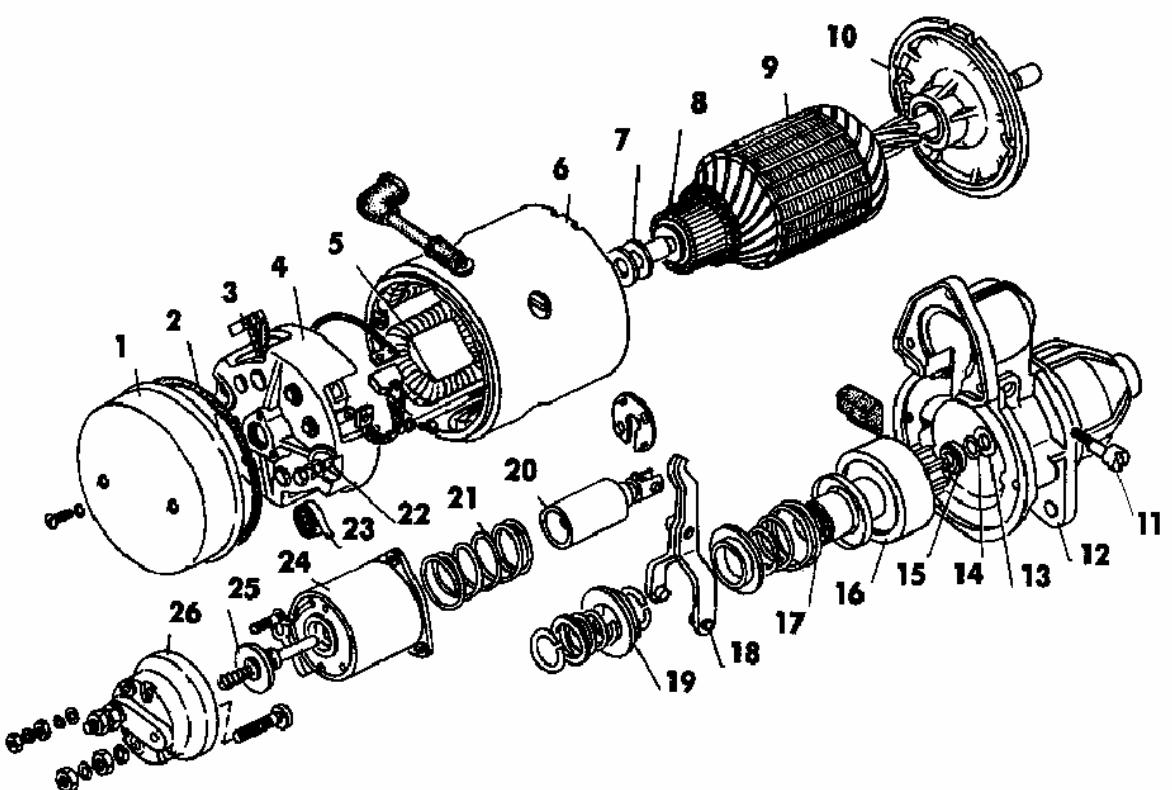

Рис. 6.14. Стартер:
Стартеры (рис. 6.14) представляют собой электродвигатель постоянного тока последовательного возбуждения. Стартер установлен с левой стороны двигателя и крепится к картеру сцепления двумя гайками M12x1,25.
- снять защитный кожух 1 , шайбы стопорную и регулировочную 7, снять крышку со стороны коллектора 4 (см. рис. 6.14);